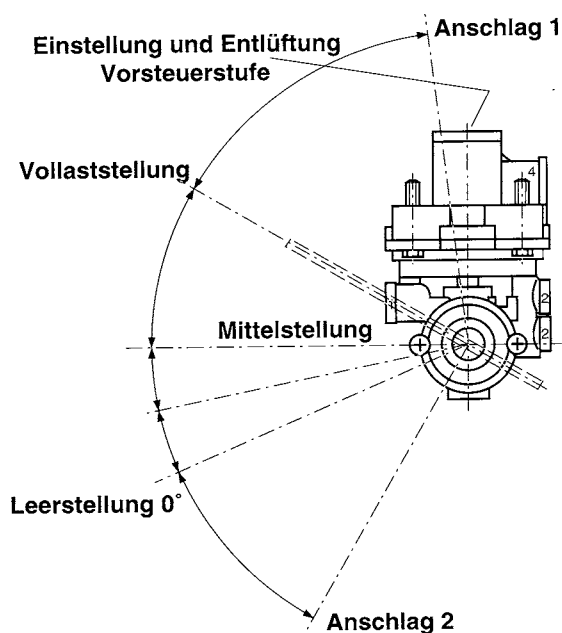

Abb. 2
3. Funktion Einstellen des 0°-Winkels (vgl. Abb. 2)
- 3.10 Den Betätigungshebel auf die 0° - Stellung des Bremskraftreglers einstellen (vgl. Abbildung 2). Den Anschluß 4 mit 0,5 bar belüften. Das Manometer 3 muß einen Druckanstieg erkennen lassen.